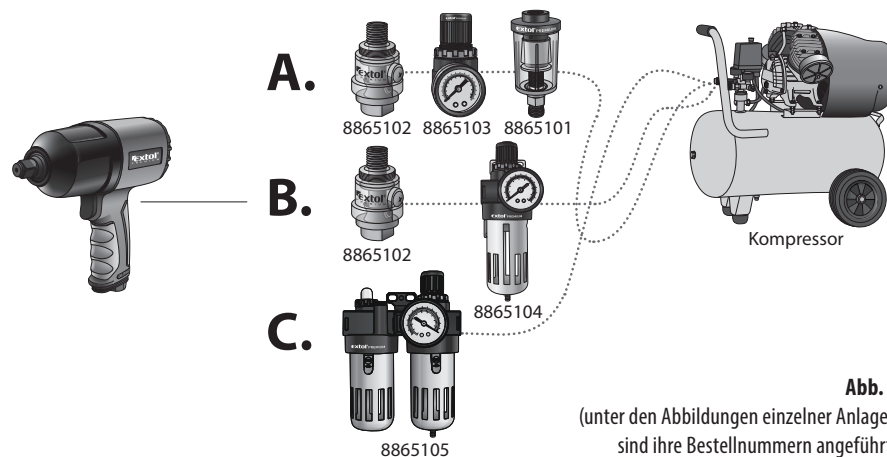

Abb. 3
- Der Druckluft-Schlagschrauber wird mit Druckluft angetrieben, die frei von Feuchtigkeit - Kondensat - sein und beigemischtes Öl enthalten muss. Zu diesem Zweck dienen die im Schema auf Abb. 3 dargestellten und beschriebenen Zusatzanlagen, die vor dem Lufteinlass in den Schlagschrauber in der angeführten Reihenfolge installiert sein müssen.
Bestellnummer des Gerätes (Abb.3)	Beschreibung des Gerätes (Aufbereitungsanlagen)
ANSCHLUSSMÖGLICHKEITEN (SIEHE SCHEMA AUF ABB. 3)
- Die Reihenfolge der im Schema auf Abb. 3 dargestellten Aufbereitungsanlagen muss beim Anschluss eingehalten werden.